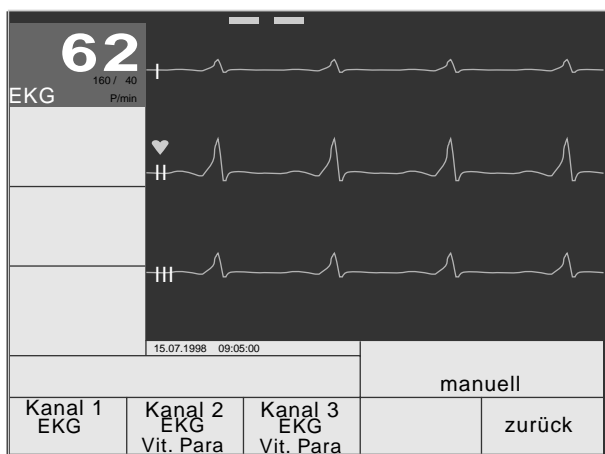

Bild 4-17. Menüzeile zum Auswählen der Ableitungen
- Drücken Sie nochmals **F1** **I...III, aV...V, Paddle** . Es erscheint die Menüzeile zum Auswählen der Ableitung (Bild 4-17).